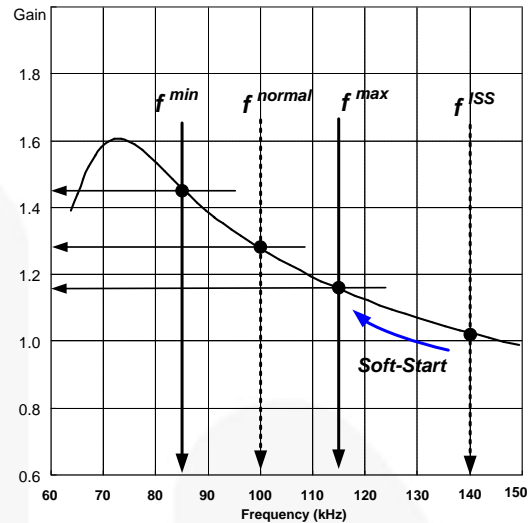
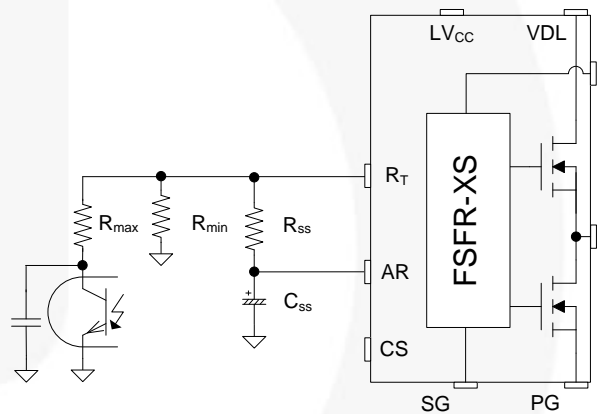
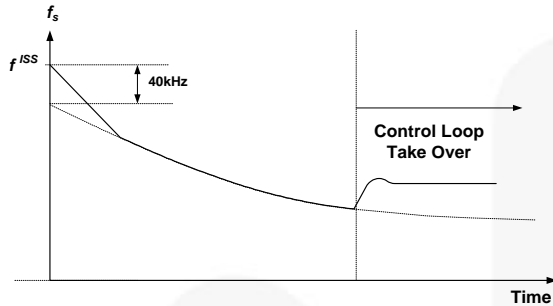

图 17. 谐振转换器典型增益曲线
图 18. 频率控制电路
图 19. 软启动的频率扫描
3. 频率设置： 图 17 显示谐振转换器的典型电压增益曲线，其中增益与 ZVS 区中的开关频率成反比。输出电压可通过调制开关频率来调节。图 18 显示 R_T 引脚的典型电路配置，其中光电耦合器电阻连接至 R_T 引脚以调制开关频率。
为了防止在启动阶段，冲击电流过大，输出电压过冲，需要逐渐增加该谐振转换器的电压增益。由于谐振转换器的电压增益与开关频率成反比，因此通过从初始高频率 (f^{ISS}) 向下扫描开关频率直至建立输出电压，来实施软启动。通过在 R_T 引脚上连接 R-C 系列网络来建立软启动电路，如图 18 所示。FSFR-XS 系列也有一个 3ms 的内部软启动来降低初始周期过程中的电流过冲，这就向外部软启动电路的初始频率中增加了 40 kHz，如图 19 所示。软启动的初始频率由下式给出：